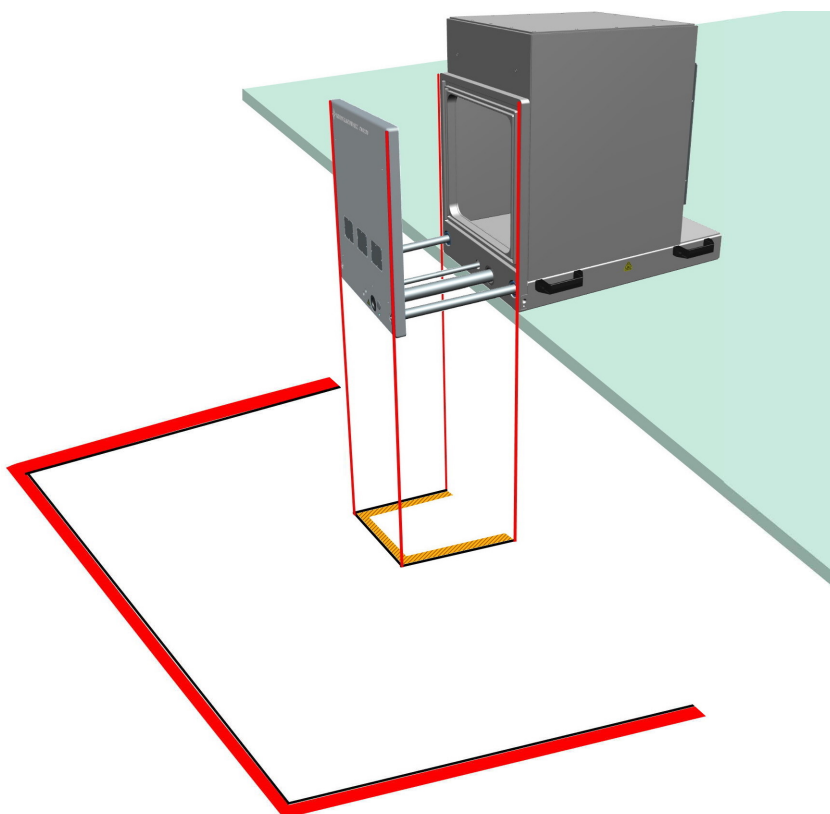

Bild 6-7: Zoner för begränsat tillträde markerade på golvet
5. Markera dörrzonen på golvet nedanför kammarens öppna dörr så som visas i bild 6-7.
8. Markera arbetszonen på 1 m avstånd utanför dörrzonen på golvet. Se bild 6-7.